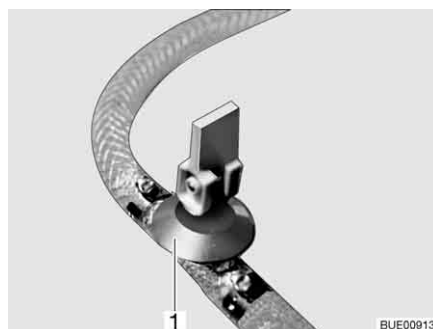

Fig. 168 Llave de desagüe (con balancín)
- Abrir todas las llaves de desagüe. Para ello, ajustar el balancín de la llave de desagüe (Fig. 168,1) en la posición vertical.